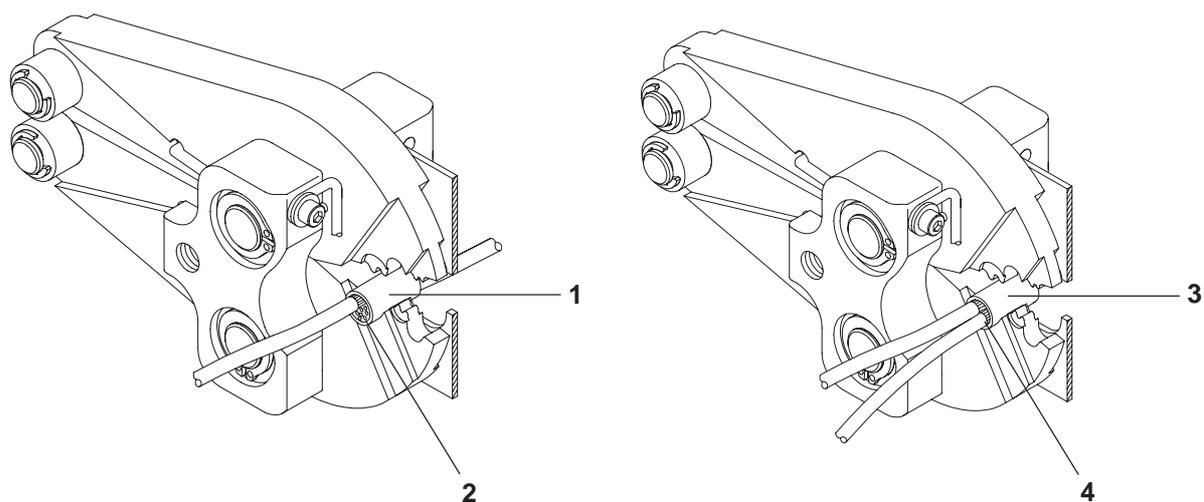

Bild 3 Crimpen einer Parallelhülse
2. Öffnen Sie die Crimp-Backen, indem Sie die Rollen gleichzeitig zusammendrücken; positionieren Sie dann die End- oder Parallelhülse wie in Bild 3 oder 4 gezeigt zwischen den Crimp-Backen. Die End- oder Parallelhülse ist korrekt positioniert, wenn der Drahtzylinder in den Backen zentriert ist.